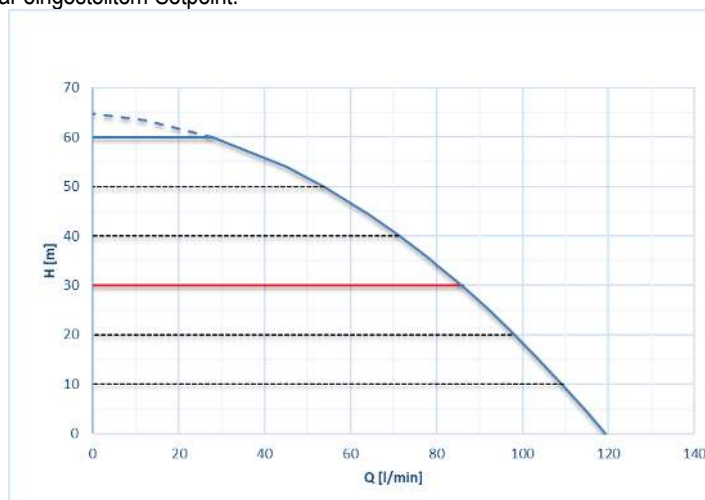

Abbildung 6
Das System beinhaltet eine mehrstufige elektrische Kreiselpumpe, die von einem wassergekühlten Drehstrommotor angetrieben wird. Die Kühlung des Motors mit Wasser anstatt mit Luft gewährleistet eine geringere Geräusentwicklung in der Anlage und die Möglichkeit, diesen auch in nicht belüfteten Standorten aufzustellen. Die graphische Darstellung der Abb.6 zeigt die Kurven der hydraulischen Leistungen. Der Inverter moduliert automatisch die Drehgeschwindigkeit der Elektropumpe, so dass diese ihren Arbeitspunkt je nach Bedarf an eine beliebige Stelle des Bereichs unterhalb der eigenen Kurve verschieben kann, damit der eingestellte Wert des konstanten Drucks erhalten bleibt (SP). Die rote Kurve zeigt das Verhalten von e.sybox bei auf 3.0 bar eingestelltem Setpoint.